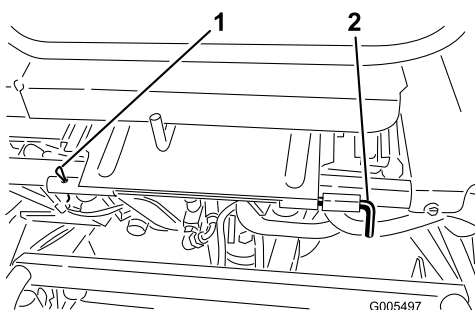

Figure 37
3. Abaissez le siège et retirez la goupille fendue qui fixe l'axe de pivot du siège au cadre (Figure 37).